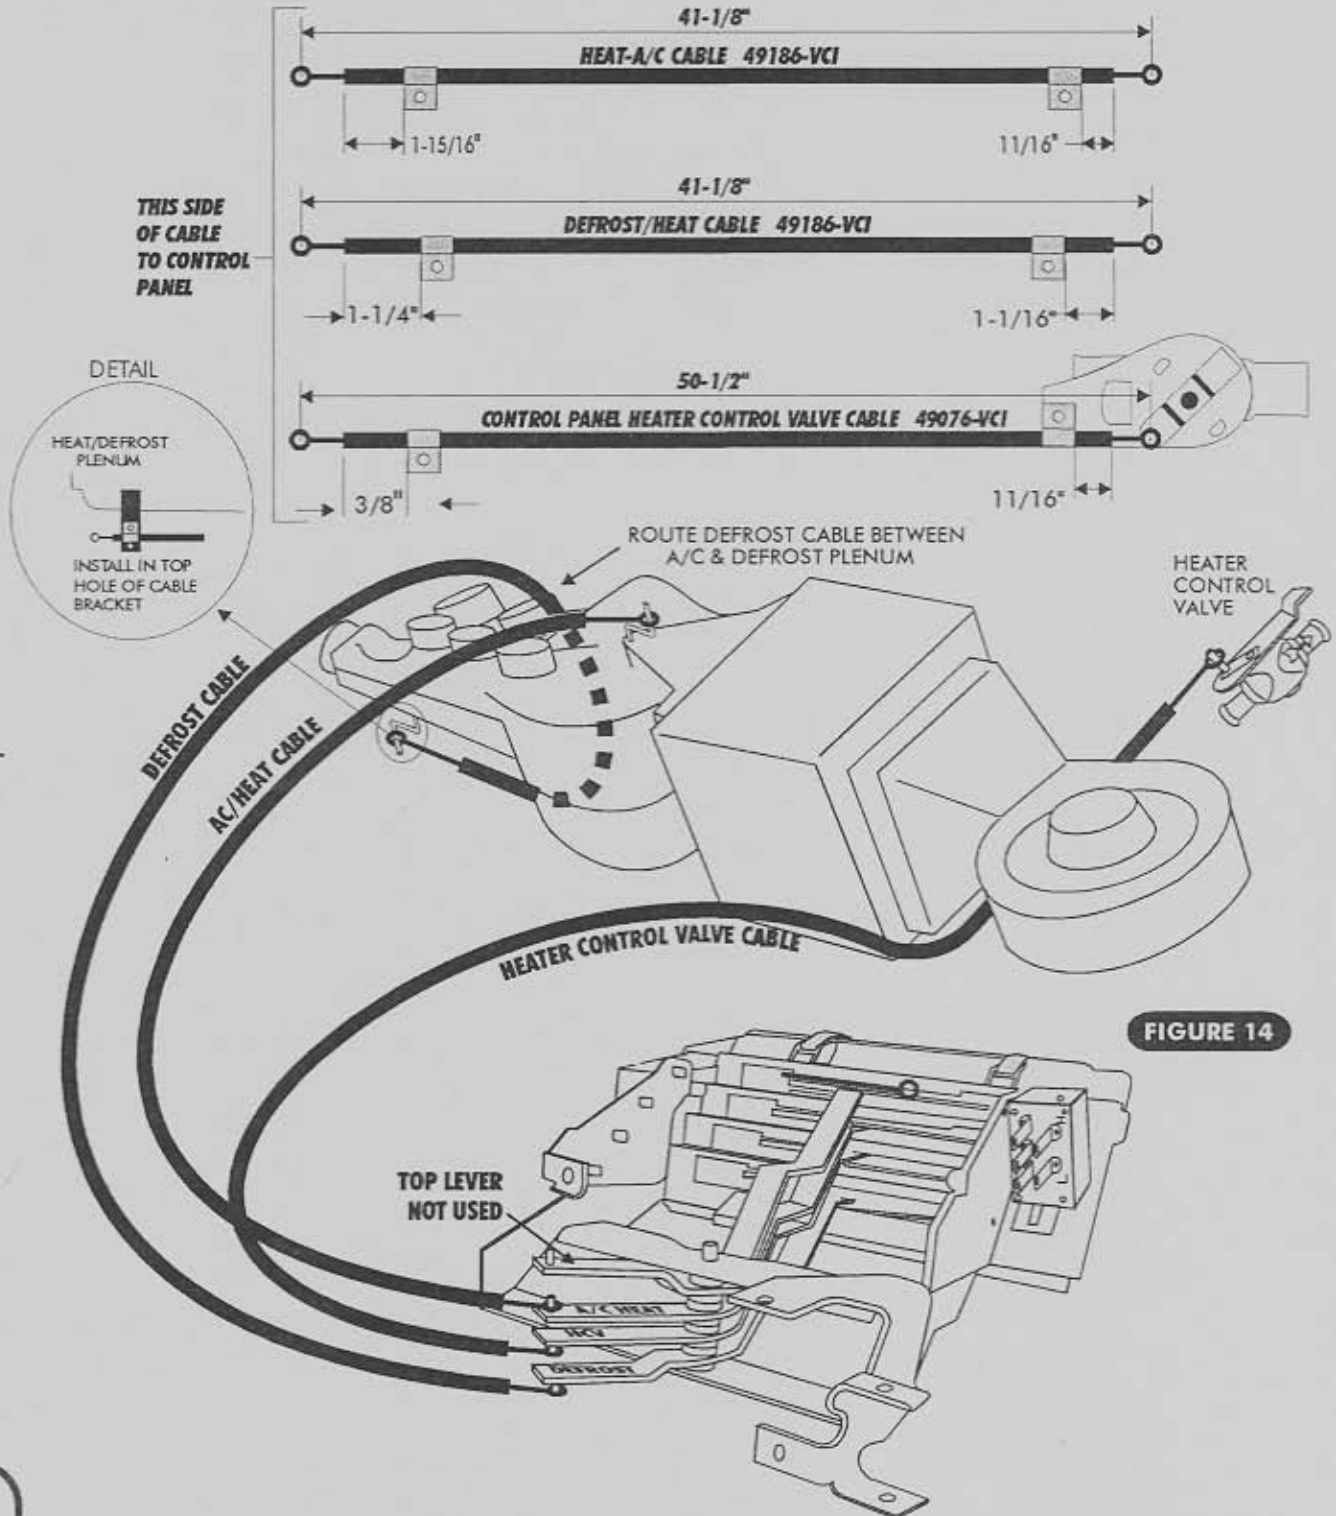

FIGURE 14
- CONNECT ALL CABLES AS SHOWN IN FIGURE 14.
- ROUTE ALL CABLES AS SHOWN IN FIGURE 14.
- CONNECT ALL CABLES AS SHOWN IN FIGURE 14, PAGE 8.
- ROUTE AND ATTACH ALL CABLES FROM CONTROL PANEL TO EVAPORATOR AS SEEN IN FIGURE 17 PAGE 11 AND FIGURE 14, PAGE 8.